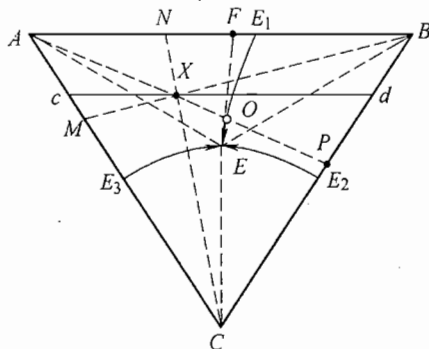

图 37-5 第五题第 2 小题解答图
2. 作辅助线: 如图 37-5 所示, 延长 AX , 交 EE_1 线于 O 点, 交 BC 线于 P 点; 延长 EO 与 AB 交于 F 点, 连接 B 、 X 与 AC 交于 M 点, 连接 C 、 X 与 AB 交于 N 点。